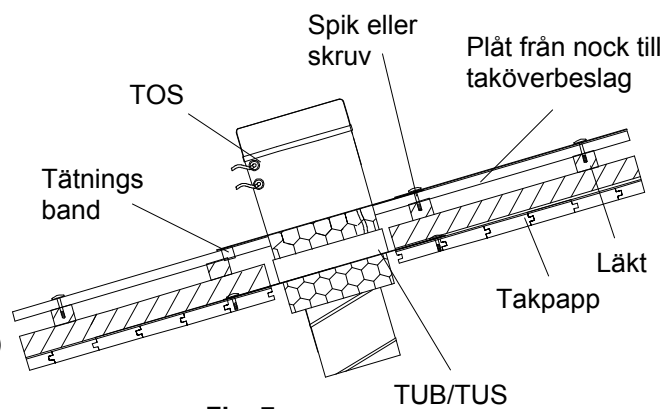

Fig. 7
2. Fäst TOS taköverbeslag mot takbeklädnad eller läkt med spik eller skruv, fig. 7.